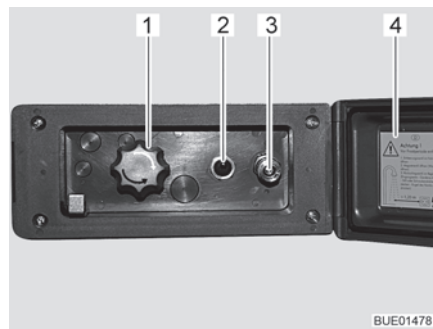

Fig. 106 Branchement de la douche extérieure
- Déverrouiller et ouvrir le couvercle (Fig. 106,4).
- Brancher le flexible de la douche extérieure sur la fermeture rapide (Fig. 106,3).
- Allumer la pompe à eau avec le commutateur (Fig. 106,2).
- Régler la température de l'eau selon ses désirs avec le bouton rotatif (Fig. 106,1).
- Éteindre la pompe à eau avec le commutateur (Fig. 106,2).
- Fermer le couvercle (Fig. 106,4) et verrouiller avec la clé.
- Placer le bouton rotatif (Fig. 106,1) sur la position intermédiaire.